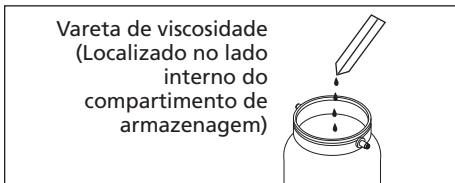

Figura 6 - Vareta de viscosidade
- Seguindo o procedimento abaixo, verifique a viscosidade do material de pulverização antes de instalar o revólver no recipiente de tinta (Figura 6).